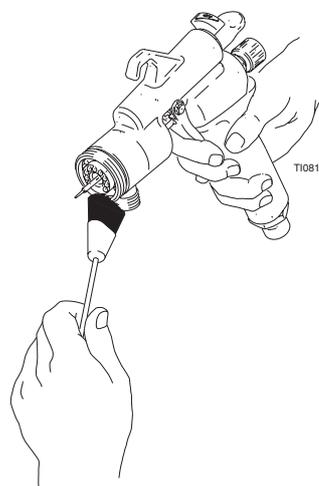

FIG. 19
- 6 Con la pistola dirigida hacia abajo, limpie su parte delantera utilizando un cepillo suave y disolvente. Fig. 19.